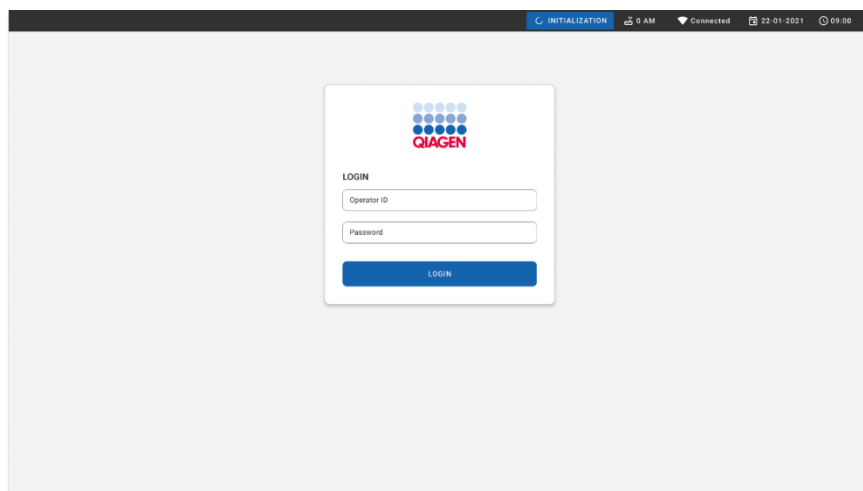

Figura 50. Schermata di accesso
3. Accedere al sistema quando appare la schermata di accesso (Figura 50).